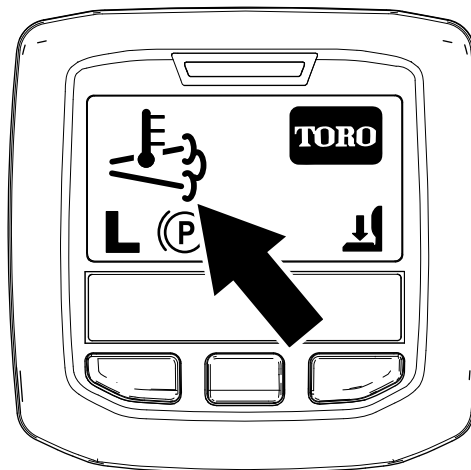

Figura 39
- O ícone da temperatura de escape elevada surge no InfoCenter (Figura 39).